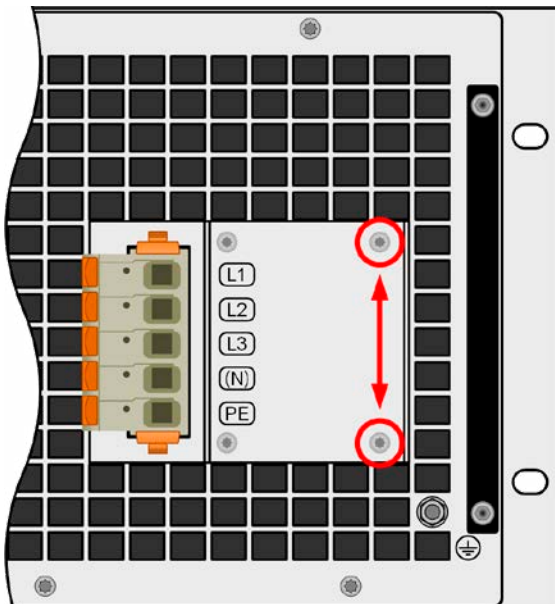

Bild 13 - Montageposition des Haltewinkels
1. Am AC-Filter die beiden rechten Schrauben lösen, wie im *Bild 13* unten markiert.